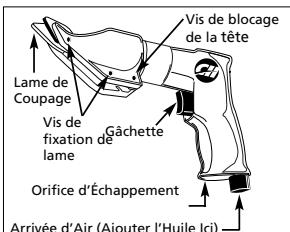

Figure 1
- Desserrez la vis de blocage de la tête (voir figure 1) et tourner la tête de coupe à la position voulue. Resserrez la vis avant d'utiliser l'appareil.
- Appuyer sur la gâchette pour commencer le coupage (Voir Figure 1).
- Retirer les vis qui retiennent la lame (voir figure 1).